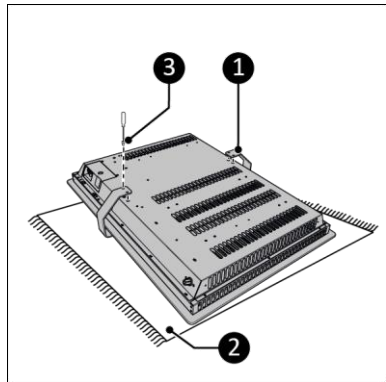

Abbildung 7
1. Legen Sie das Gerät auf eine weiche, stabile Oberfläche (Abbildung 7, Pos. 2).
3. Schieben Sie den Handtuchhalter (Abbildung 7, Pos. 1) vorsichtig unter das Gerät.
4. Montieren Sie den Handtuchhalter mit einem Philips Kreuzschlitzschraubendreher auf der Rückseite des Geräts (Abbildung 7, Pos. 3).